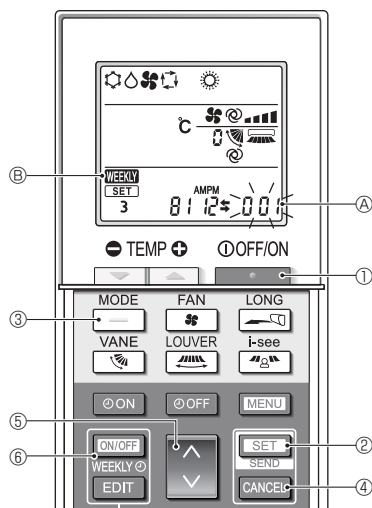

Fig. 4-12
#### 4.13.8. Désactivation du mode AUTO (Fig. 4-12)
- Appuyez sur la touche ① pour arrêter le climatiseur.
- Si la minuterie hebdomadaire est activée, appuyez sur la touche ⑥ pour la désactiver. ( ③ disparaît.)
- Appuyez sur la touche ② pendant 5 secondes.
- L'appareil passe en mode de réglage des fonctions. (Le numéro de réglage du modèle (A) clignote.)
- Appuyez sur la touche ④.
- Achèvement des réglages (Fig. 4-12)